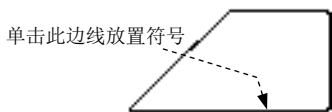

图 9.2.29 选取边线放置符号
Step3. 选取图 9.2.29 所示的边线放置符号。
Step4. 在 **可变文本 (V)** 选项卡中，输入注解 A 的值为 B，然后按回车键。